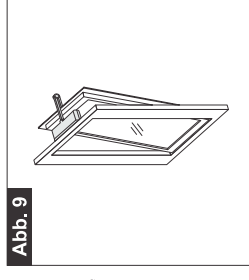

Abb. 9
5.3- KIPPFENSTER (Abb. 9 und Abb. 28 ÷ 41)